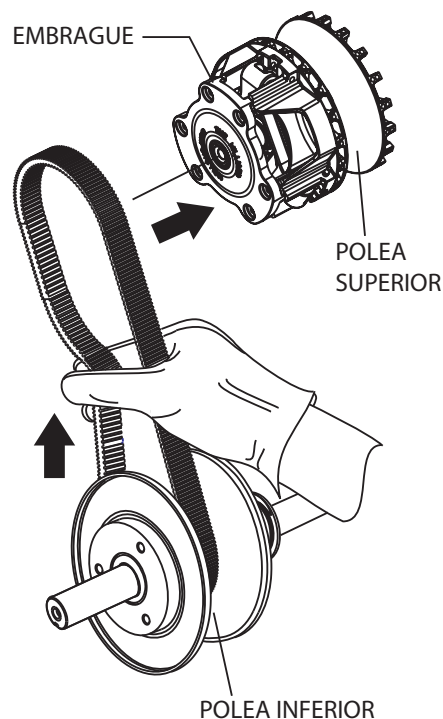

Figura 32. Instalación de la correa de polea superior
2. Ponga el extremo libre de la correa CVT en las ranuras de la polea superior. Vea la Figura 32.